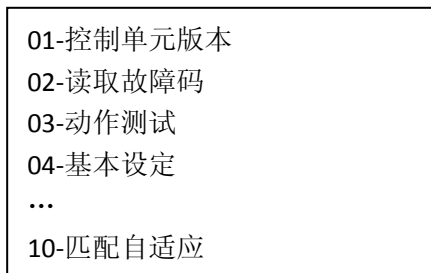

图 7-1
- 5) 选择 **【53-驻车制动系统】**, 如图 7-1 所示;